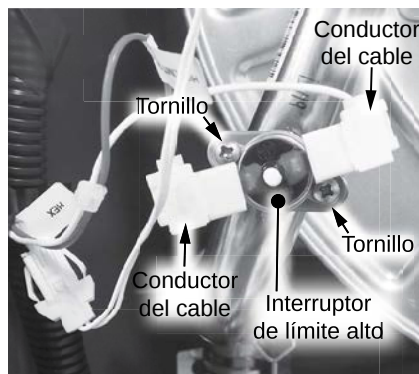

Figura 29 - Ubicación del interruptor de límite alto.
4 Encuentre el interruptor de límite alto en el tubo del quemador de salida, como se muestra en la Figura 29. Desconecte los dos (2) conductores de cable (etiquetados HIGH LIMIT 2) desde el interruptor de límite alto y diríjalos hacia dentro del gabinete de calentador de agua para facilitar el acceso al límite alto.
5 Use un destornillador Phillips para retirar los dos (2) tornillos que fijan el interruptor de límite alto al tubo del quemador de salida. Deje los tornillos a un lado en un lugar seguro para volver a instalarlos. Consulte la Figura 29.